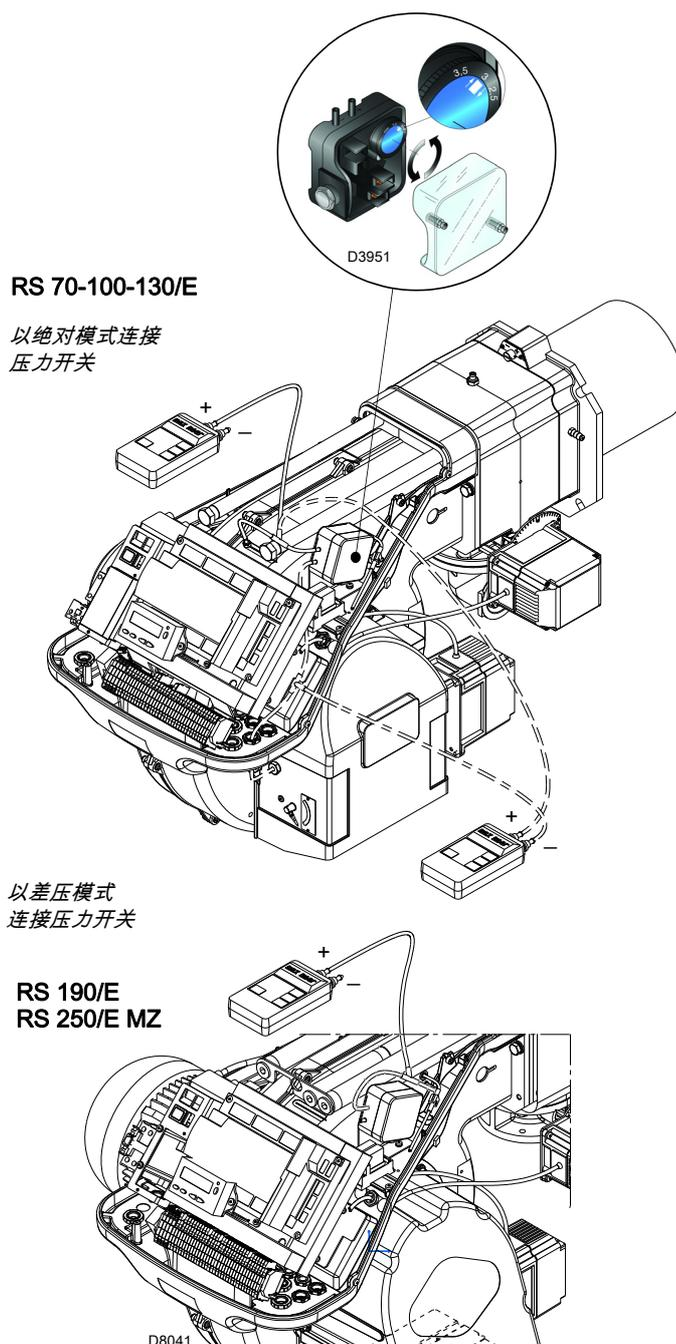

图 31
- ▶ 调节风压开关（第 35 页图 31）到量程的起始位置。
在进行上述燃烧器各部分调节时，风压开关置于量程开始位置如图 31，上述所有调整结束后，方可调节风压开关。
压力计的连接如图 31 所示。
在此情况下，压力计必须以差压模式连接，如图 31 所示。